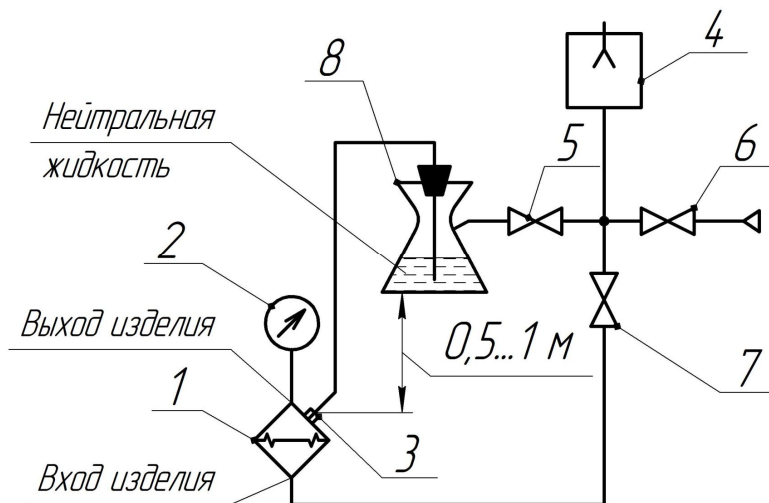

Рисунок 7 – Схема вакуумной заправки изделия:
3) Собрать схему вакуумной заправки (см. рисунок 7).